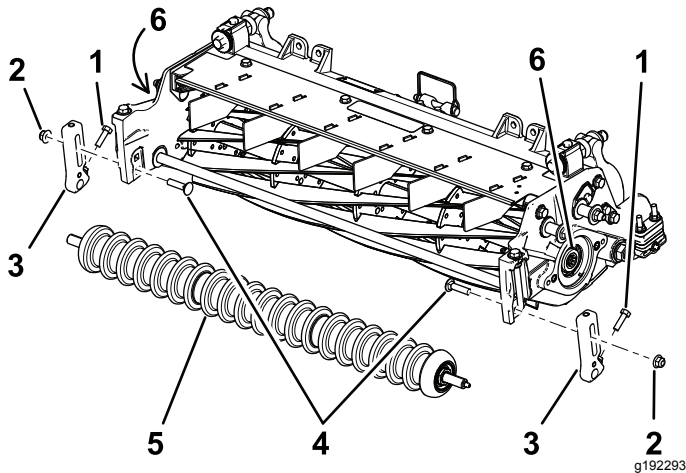

Figura 3
2. Retire los pernos de cuello cuadrado y las contratuercas que sujetan los soportes de ajuste de la altura de corte (ADC) a las chapas laterales de la unidad de corte (**Figura 3**).
3. Afloje los tornillos que sujetan los soportes de ajuste de la altura de corte al eje del rodillo delantero (**Figura 3**).
4. Retire los soportes de ajuste de la altura de corte y el rodillo delantero existentes de las chapas laterales de la unidad de corte (**Figura 3**).
6. Retire y deseche el inserto acanalado existente de cada extremo del eje del molinete con la herramienta del eje de transmisión del molinete (Pieza N° TOR4074 para el molinete de 17,8 cm). Consulte **Figura 3**.